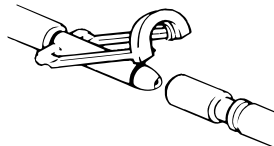

图14-21: Clik-Tite 打开
- a. 如果您有 Colder 型接头软管，请连接转接软管辅助装置(8001-999-016)。确保 **Clik-Tite** 接头打开 (第14-33页, 图14-21)。
- b. 如果您有 **Clik-Tite** 软管，请确保接头和卡箍打开 (第14-33页, 图14-21)。